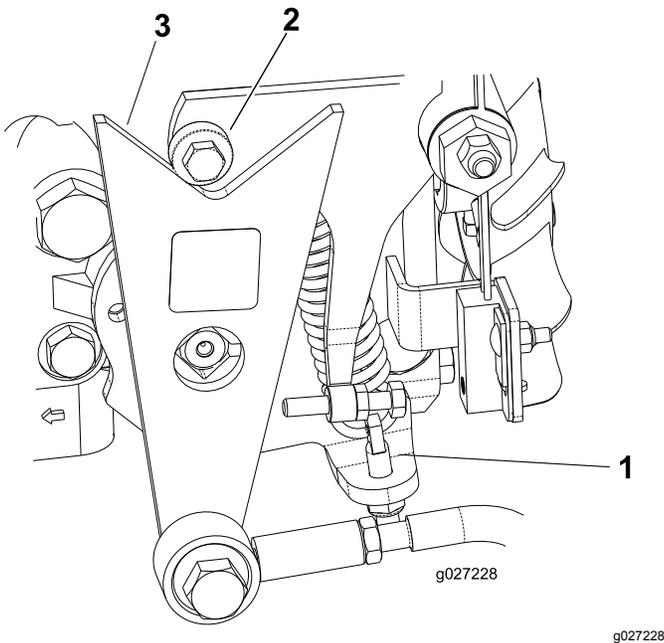

Figure 44
- Si les roues tournent dans le bon sens, arrêtez le moteur et réglez le contre-écrou de la goupille de réglage du ressort (Figure 44). Réglez le point mort de la transmission ; voir Réglage du point mort de la transmission aux roues (page 33).